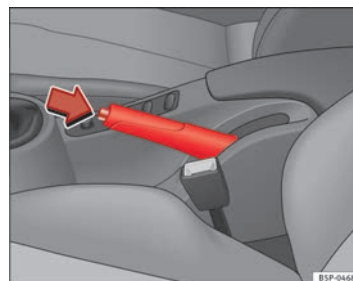

Fig. 147 Freno de mano entre los asientos delanteros
- Tire con fuerza de la palanca del freno de mano hacia arriba ⇒ fig. 147.
- Tire ligeramente de la palanca hacia arriba, presione el botón de desbloqueo en la dirección de la flecha ⇒ fig. 147 y baje completamente la palanca ⇒ ⚠.